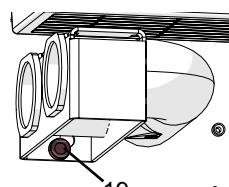

рис. 4a
- ⇒ Открутите болт с накатной головкой (19, рис. 4a).
- ⇒ Закрепите крепление болтом с накатной головкой (19, рис. 4a).